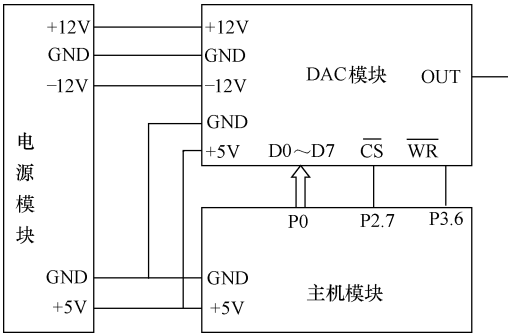

图 7-17 DAC0832 应用电路（示例）
单片机与 DAC0832 的连接必须是：①P0 口接 DAC0832 的数据（数字信号）输入端口 DI0 ~ DI7 也就是 YL-236 上 DACC0832 模块上的 D0 ~ D7（注：传送的数据是 8 位，不涉及高 8 位，所以只需用到 P0 传送数据）。②对 YL-236 实训台 DACC0832 模块，需要操作的端口有： $\overline{\text{CS}}$ 、 $\overline{\text{WR}}$ 和 $\overline{\text{WR}}$ 需接单片机的 P3.6 ($\overline{\text{WR}}$)； $\overline{\text{CS}}$ 可接 P2 口的任一引脚。现以某锯齿波发生电路为例进行介绍，其接线如图 7-17 所示。
根据接线图 7-17 确定外部设备（DAC0832）的地址时，只涉及 $\overline{CS}$ 的电平，所以关键是要使 $\overline{CS}$ 即 P2.7 的电平要满足工作需要（为低电平），P2、P0 其他引脚为高电平或低电平均可，所以，DAC0832 的口地址为 0x7fff（或 0x0000）。